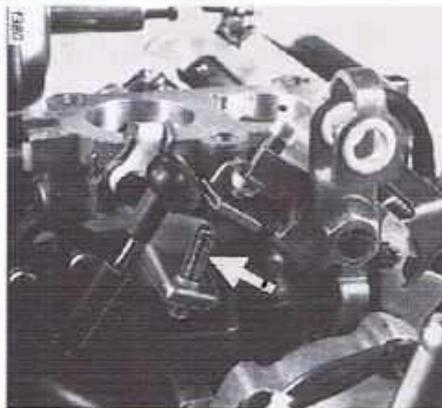
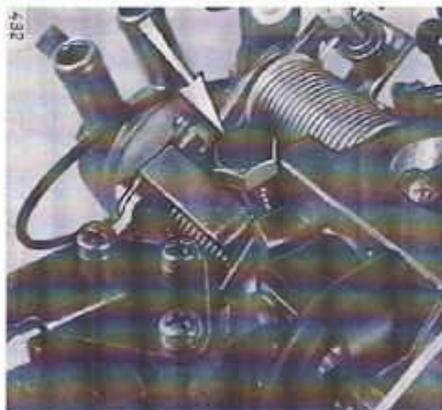

Bild 2
Bild 3
- Hebel (1) Bild 2 mit Haltewerkzeug an Punkt "A" festhalten, siehe Bild 3.
- Um beim 2 E 2 die Drosselklappenwelle II.Stufe ausbauen zu können, muß die Anschlagsschraube (Pfeil, Bild 2) herausgedreht werden.
- Eine M8-Schraube (Pfeil, Bild 3) zwischen Hebel und Vergasergehäuse klemmen.
- Anschlagsschraube (Pfeil, Bild 2) langsam herausdrehen, bis sich die Drosselklappe nicht mehr bewegt und Absenkungsmaß notieren.
- Die Drosselklappe ist so in die neue Welle einzusetzen, daß sich die beiden Markierungen (Pfeile, Bild 2) (2 Kerben oder 2 Körnerpunkte) saugrohrseitig auf dem nach unten schwenkenden Flügel befinden.
- Vor dem exakten Ausrichten der Drosselklappe sind die Einstellschraube (1, Bild 2) zu lösen und die Senkschrauben (2) lose einzudrehen.
- Vor dem exakten Ausrichten der Drosselklappe sind die Einstellschraube (1, Bild 2) zu lösen und die Senkschrauben (2) lose einzudrehen. Drosselklappe mehrmals betätigen, bis diese exakt an der Mischkammerwand anliegt. Senkschrauben festdrehen.